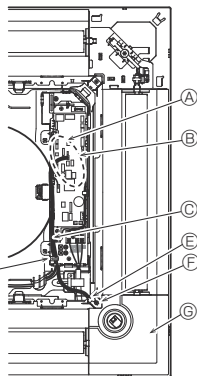
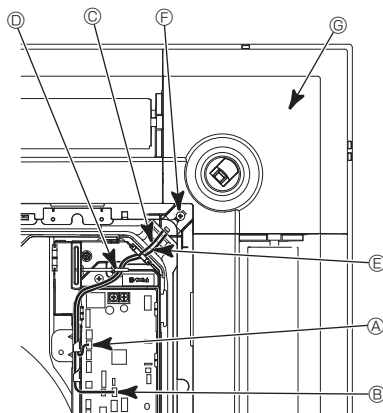
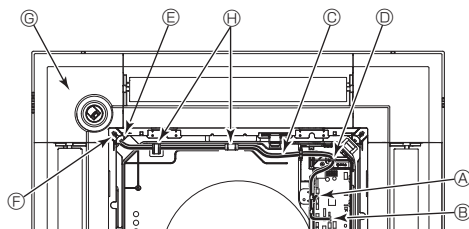

Fig. 6-10
Fig. 6-11
Fig. 6-12
#### 6.5.1. Posición estándar (Fig. 6-10) y posición ② (Fig. 6-11)
- Tome los cables conductores CN4Z (blanco, de 4 polos) y CN5Y (blanco, de 5 polos) del panel angular del 3D i-see Sensor ④ desde el lateral de la caja eléctrica de la unidad, y conéctelos al conector del cuadro del controlador.
- El panel angular del 3D i-see Sensor debería fijarse en la rejilla ① con el tornillo ③.
#### 6.5.2. Posición ① (Fig. 6-12)
[Fig. 6-10] [Fig. 6-11] [Fig. 6-12]